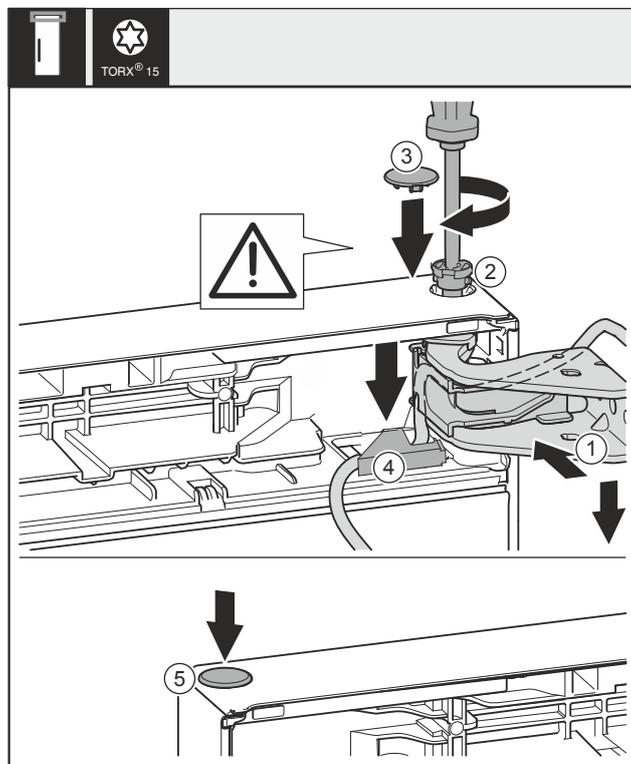

Fig. 44
- ▶ Tür oben zur Öffnung im Lagerbock Fig. 44 (1) ausrichten.
- ▶ Bolzen Fig. 44 (2) einsetzen und mit Schraubendreher festschrauben.
- ▶ Sicherungsabdeckung zur Sicherung der Tür montieren: Sicherungsabdeckung Fig. 44 (3) einsetzen und kontrollieren ob sie auf der Tür aufliegt. Ansonsten Bolzen vollständig einsetzen.
- ▶ Abdeckung Fig. 44 (4) einsetzen und nach unten drücken bis sie einrastet.
- ▶ Stopfen Fig. 44 (5) einsetzen.